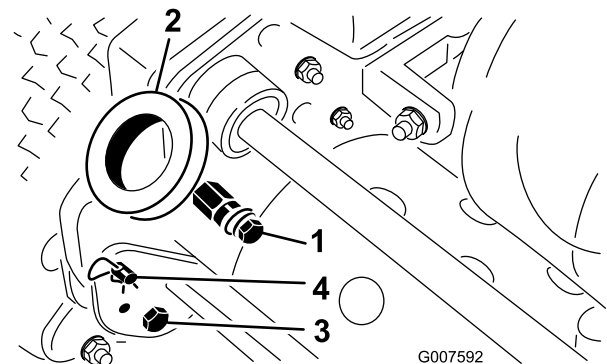

Bild 2
- Nehmen Sie die Schrauben und Sicherungsmuttern ab, mit denen das Ende der Griffarme an jeder Seite des Rasenmähers befestigt sind (Bild 2).
- Nehmen Sie die Splints und Ringstifte ab, mit denen die Griffarme hinten am Rahmen befestigt sind (Bild 2).
- Schieben Sie die Griffenden durch die Löcher in den Griffarmen und fluchten Sie die Löcher mit den Befestigungsstiften aus (Bild 2).
1. Nehmen Sie an jeder Seite des Rasenmähers die Splints von den Ringstiften ab (Bild 2).
2. Stützen Sie den Griff ab. Nehmen Sie die Ringstifte an jeder Seite ab. Heben Sie den Griff auf die gewünschte Bedienposition an oder senken ihn ab (Bild 2).